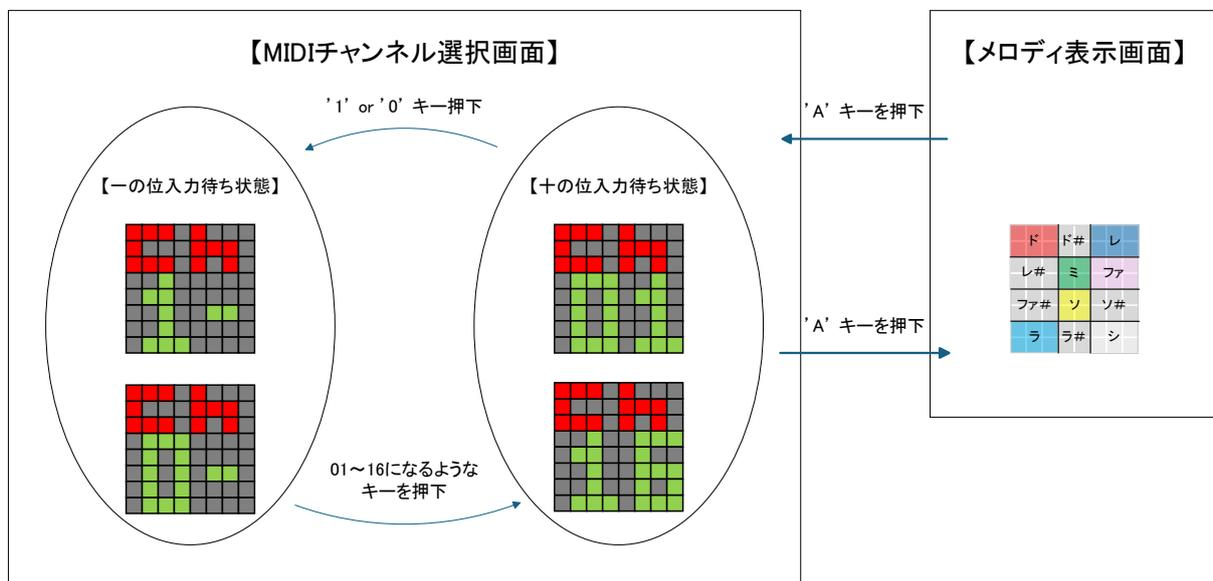

図 1-9 発音対象 MIDI チャンネルの設定、変更の状態遷移
(2) 発音対象 MIDI チャンネルの設定、変更
- MIDI チャンネル変更モードへは図 1-9 に示すとおり、メロディモードで “A” キー押下で切り替えることができます。